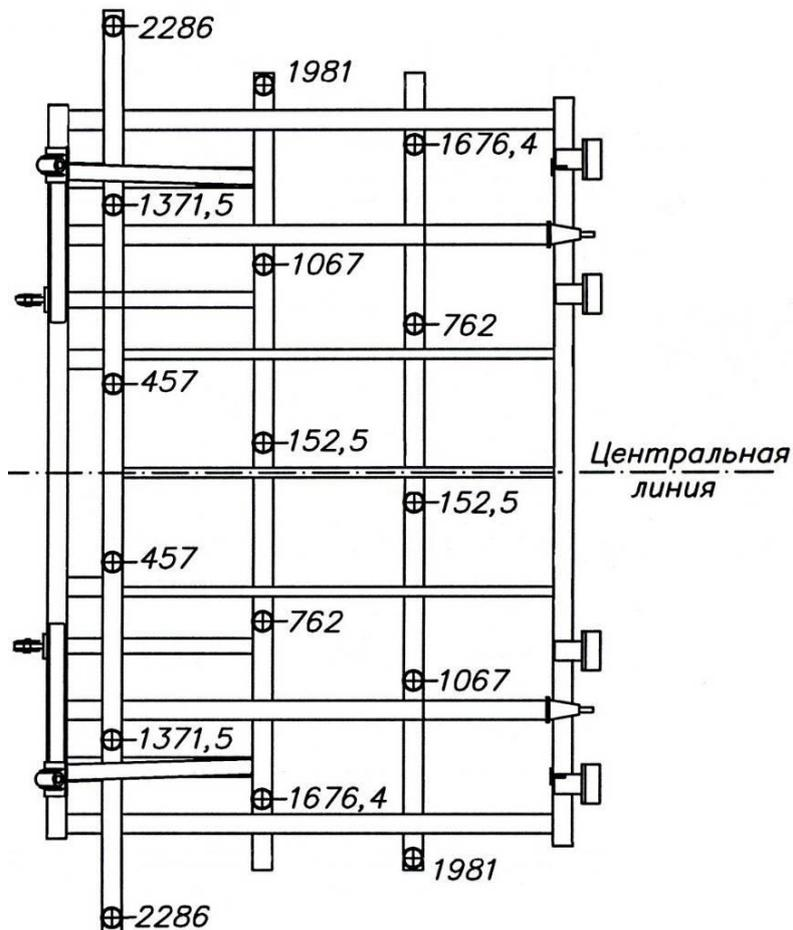

Рис. 4.4.2.Схема размещения стоек сошников (размеры в мм) для ПК-4,8Б «Кузбасс».
4.4.1. Установочные места стоек сошников определяются путем измерений от центра главной рамы посевного агрегата вправо и влево. Можно пользоваться маркировкой, выполненной в заводских условиях, однако необходимо убедиться в ее правильности, выполнив два-три контрольных замера (см. рис. 4.4.2). Размеры указаны от центров крепежных пластин сошников.